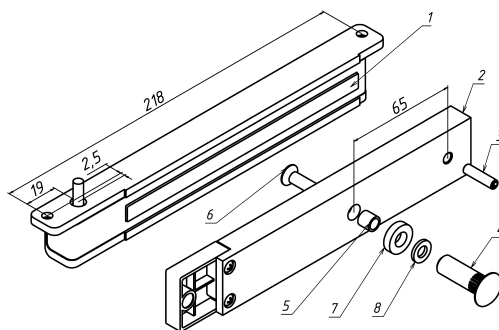

Рисунок 1
3.1 Комплект поставки (рисунок 1):
- корпус (1) - 1 шт.
- якорь (2) - 1 шт.
- штифт (3), втулка (4), втулка проходная (5),
- винт М6х35 (6), кольцо уплотнительное (7),
- шайба (8).
4.2 Корпус (поз.1 рисунок 1) крепится в верхней части дверной коробки. Крепление корпуса к дверной коробке возможно с помощью Уголка 200Р или Планки 200Р, приобретаемых дополнительно.